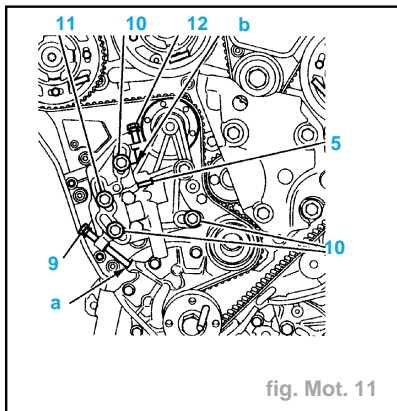

fig. Mot. 11
- Mettre en place 1 vis (9) type M8 x 125 x 75 (fig. Mot. 11)
- Approcher la vis (9) jusqu'au contact en (a)